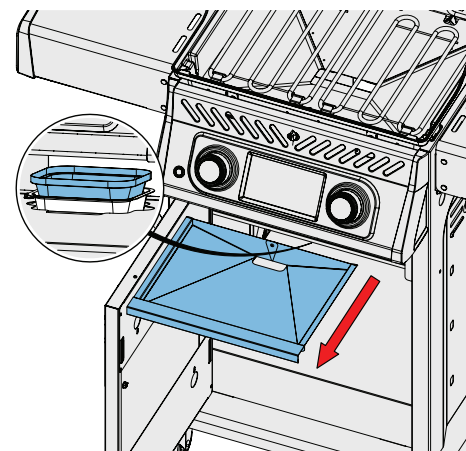

Fig. 8
1. Deslize a bandeja de gotejamento para fora do aparelho para acessar o coletor de gordura descartável ou para limpar a bandeja de gotejamento. (Fig. 8)
- Limpe com frequência para evitar o acúmulo de gordura – aproximadamente a cada 4-5 usos. (Fig. 8)